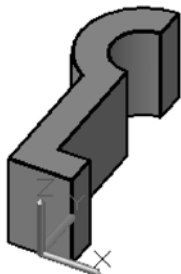

图 9-99 原始模型
1) 打开随书光盘“CH9”文件夹中的“BD_三维镜像.DWG”文件，文件中的原始模型如图 9-99 所示。